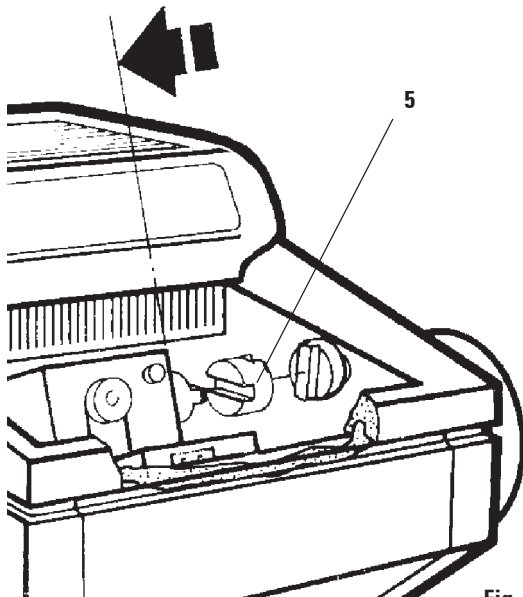

Fig. 26
- Aplique uma gota de óleo à conexão de plástico (5, Fig. 26).
- Lubrifique o cilindro da amostra (1):